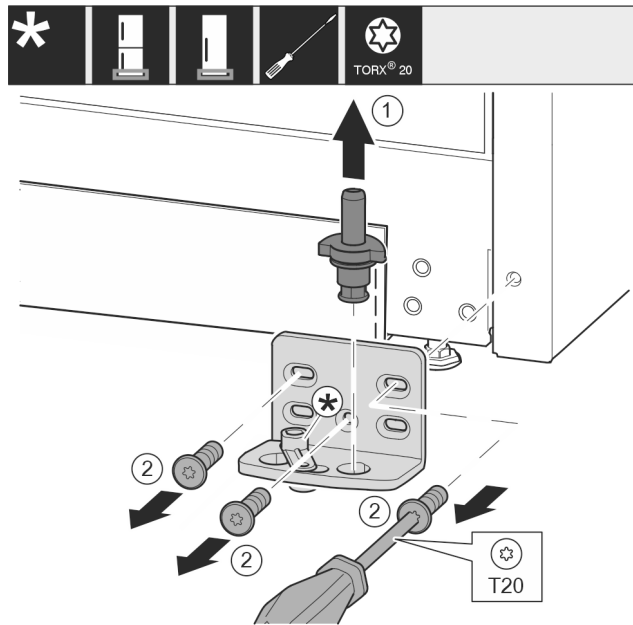

Fig. 11
- ▶ Irrota laakeripultti kokonaan vetämällä se pois yläkautta. Fig. 11 (1)
- ▶ Kierrä ruuvit irti T20-ruuvimeisselillä ja irrota laakeripukki. Fig. 11 (2)